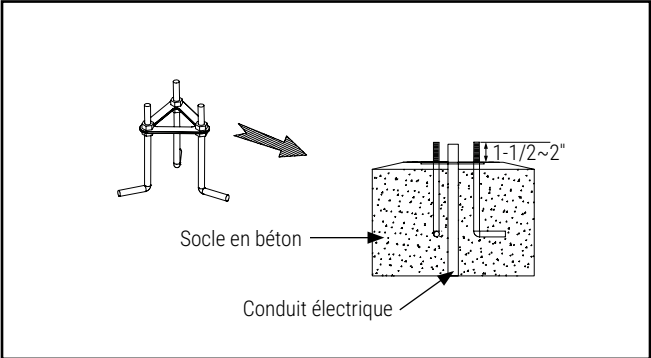

Figure 2.
2. Installez 3 boulons d'ancrage dans le béton comme illustré à la figure 2, en laissant dépasser d'au moins 3,8 à 5 cm du béton et en veillant à ce que les filetages soient exempts de débris et de saleté (les conduits électriques sont réservés au centre du béton).